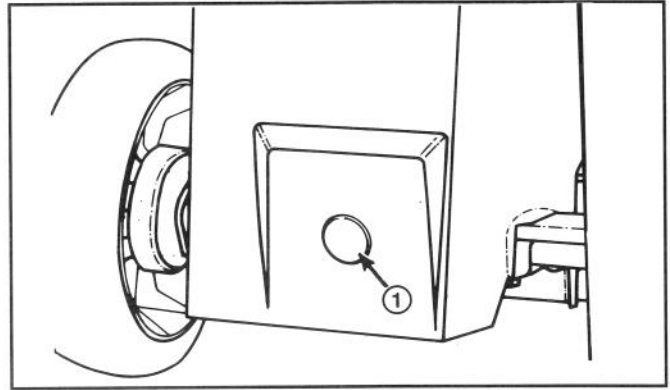

Abbildung 27
3. Den Mäher auf die höchste Schnitthöhe einstellen (E).
4. Den Plastikstopfen aus der Öffnung auf der Rückseite des Mähers ziehen (Abb. 27).